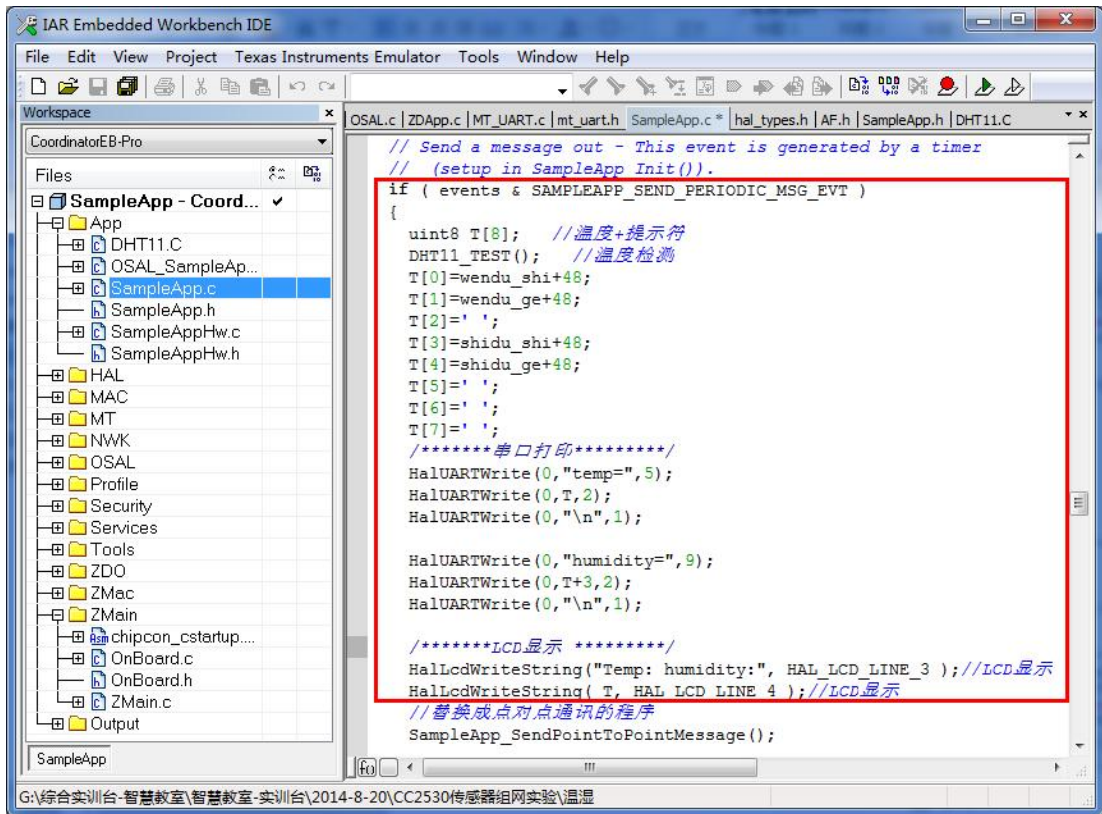

图 1-9
4) 借用周期性点播函数, 1s 读取温度传感器 1 次, 通过液晶显示和串口打印并点对点发送给协调器。代码如下, 如图 1-9 所示: